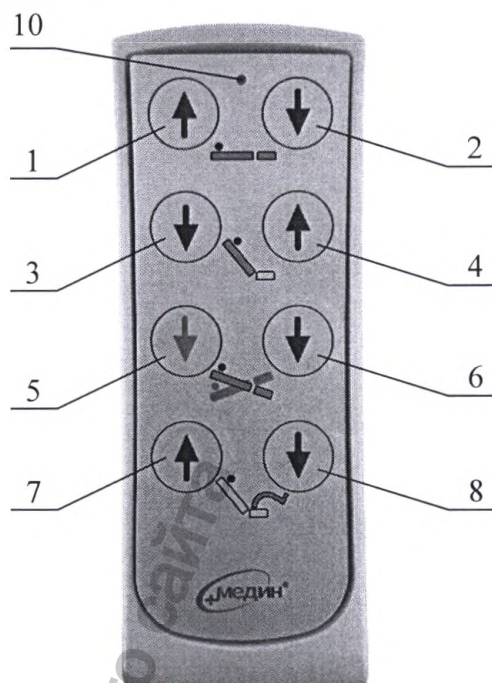

Рисунок 12. Пульт управления ручной беспроводной.
12. Пульт управления ручной беспроводной. (Рисунок 12).
Пульт работает от двух элементов питания (батареек) типа ААА, 1,5V. Чтобы установить или заменить элементы питания необходимо с обратной стороны пульта сдвинуть ползунок 1 (Рисунок 12а) в сторону значка «открытый замок» и снять крышку, подцепив ее плоской отверткой. Установите элементы питания согласно рисунку и закройте крышку.
Рисунок 12а. Установка (замена) элементов питания.